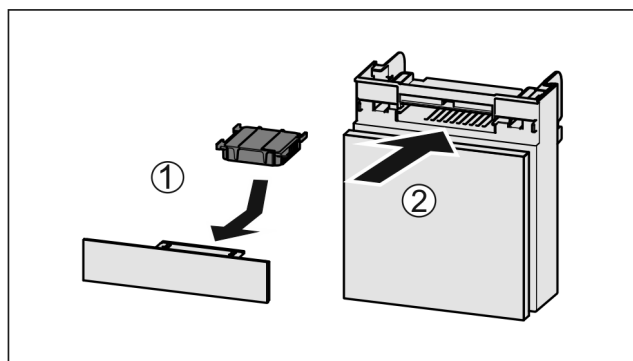

Fig. 54
- ▶ Inserire il vano Fig. 54 (2).